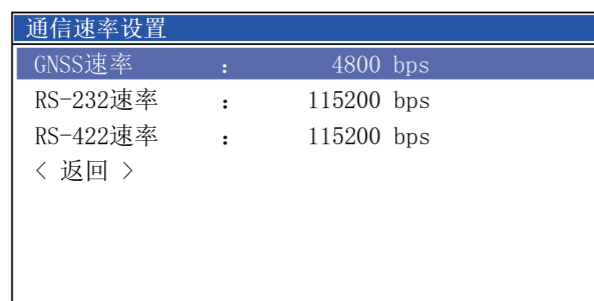

图6.6.7
- a: 在系统设置菜单中选择<通信速率设置>项，按【确认】键打开通信速率设置对话框，如图6.6.7所示。